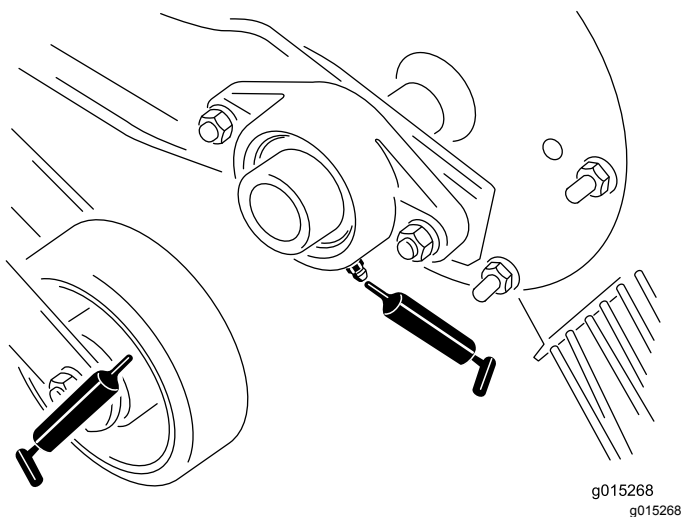
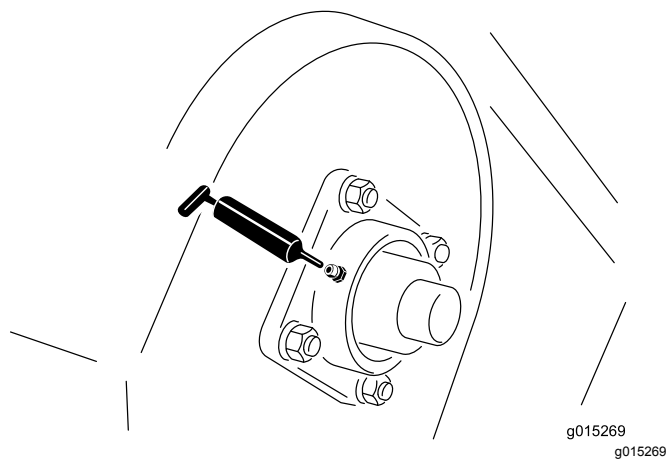
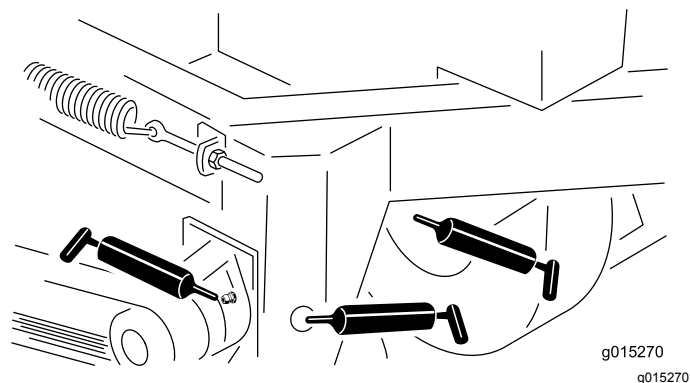

图11
图12
图13
2. 用黄油枪将润滑脂打入到轴承和衬套中图11、图12和图13。